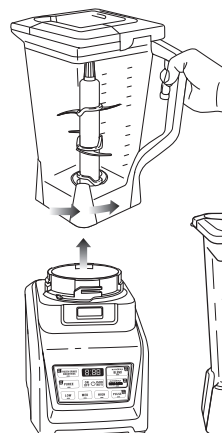

Fig. 9
- 14 Gire la jarra en sentido contra horario y sáquela de la base. (Fig. 9)